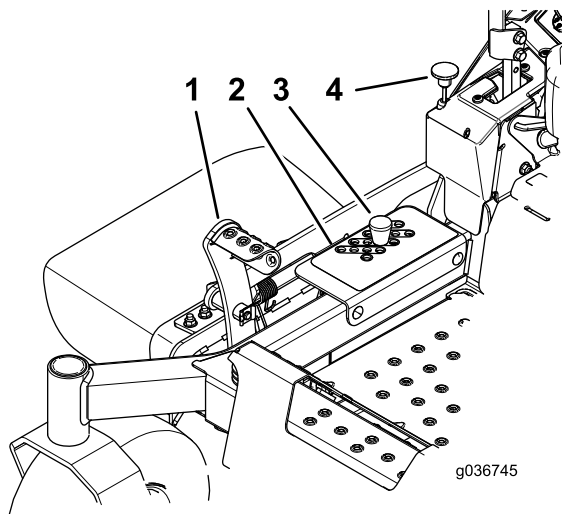

Figure 33
- Appuyez sur la pédale de levage du tablier avec le pied et élevez le tablier à la position de TRANSPORT (qui est aussi la position de hauteur de coupe de 127 mm [5 po]), comme montré à la Figure 33.
- Retirez l'axe du support de hauteur de coupe (Figure 33).
- Placez la goupille dans le trou du support correspondant à la hauteur de coupe voulue (Figure 33).